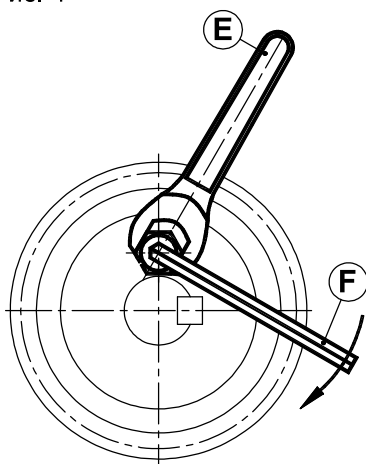

Рис. 5
Чтобы использовать CAFRA S. (например, серия 100 и пример 1 на стр. 161) просверлите ступицу на расстоянии f с высотой D между осями l и допуском, как показано в таблице на стр. 165. Установите ступицу на вал на желаемой высоте, вставьте CAFRA внутрь отверстия до фланца. Удерживая фланец заблокированным шестигранным ключом (E), используйте шестигранный ключ (F), чтобы затянуть винт с моментом затяжки Ms, как показано на рис.5.
To use CAFRA S. (for example series 100 and example 1 on page 161) drill the hub at distance f at height D interaxis l and tolerance as shown in the table on page 165. Position the hub on the shaft at the desired height, insert the CAFRA inside the hole up to the collar. Keep the collar locked with a hex key (E) and use an Allen key (F) to tighten the screw up to the Ms tightening torque as shown in the fig.5.